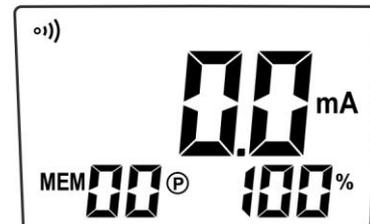

Abb. 24
2. Das Gerät zeigt die Meldung "OL Ω", da es automatisch in die Funktion Widerstandsmessung schaltet. Drücken Sie die Taste **▲A** kurz, um den Strom-Messbetrieb einzustellen. Die Bildschirmseite in der Abb. 24 erscheint.